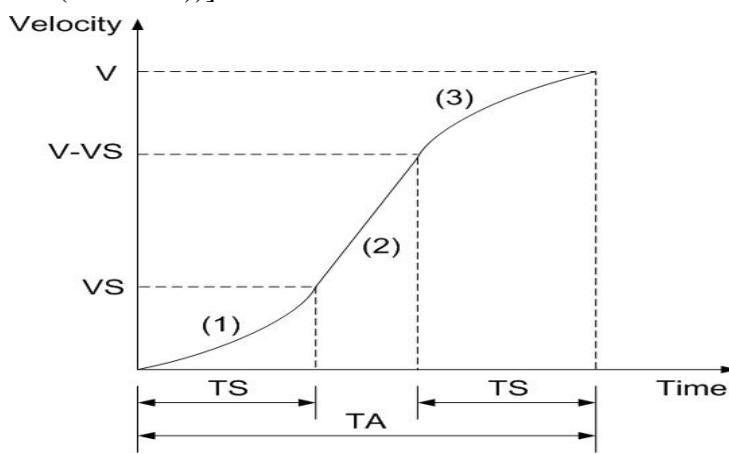

Fig.0-19 局部的 S-曲線加減速
局部的 S-曲線由三個部份組成((1), (2), (3) in Fig. 0-19): 一個直線和兩個 S-曲線，曲線(1) 和(3)部份是 S-曲線加速，(2)是直線加速部份，整個運動的時間定義為 **TA**，而直線加速的時間是  $TA - (2 \times TS)$ 。